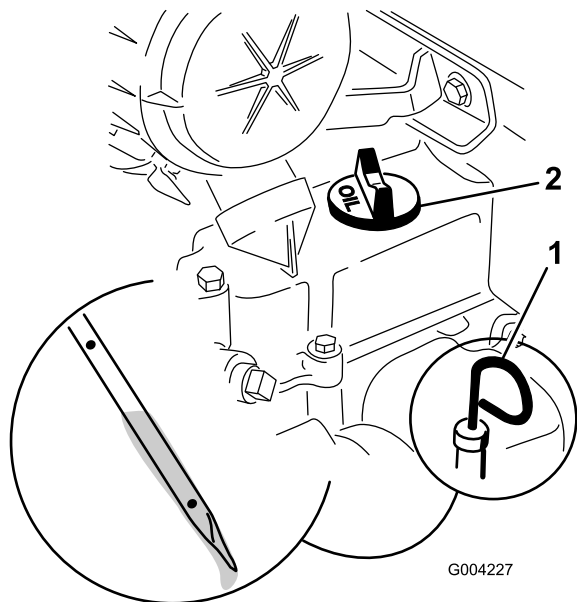

Figure 15
3. Si le niveau est trop bas, retirez le bouchon de remplissage (Figure 15) et ajoutez la quantité d'huile nécessaire pour amener le niveau au repère maximum de la jauge.